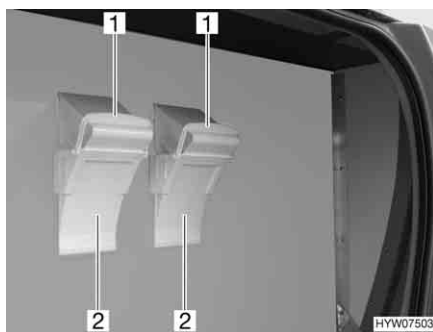

Fig. 12 Cunei d'arresto
- Ruotare verso il basso la staffa di supporto (Fig. 12,1).
- Estrarre il cuneo d'arresto (Fig. 12,2) dal supporto.